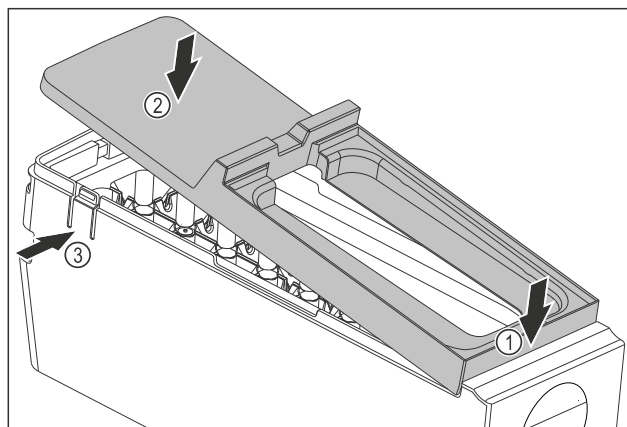

Fig. 114
- Смонтируйте крышку корпуса EasyTwist-Ice: Установите крышку спереди. Fig. 114 (1)
- Опустите крышку сзади. Fig. 114 (2)
- ▷ Крышка со щелчком фиксируется в накладках Fig. 114 (3).